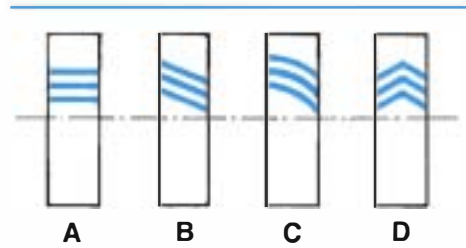

Figure 3.5 • Différents types de denture périphérique.
- à **denture périphérique** (figure 3.5) :